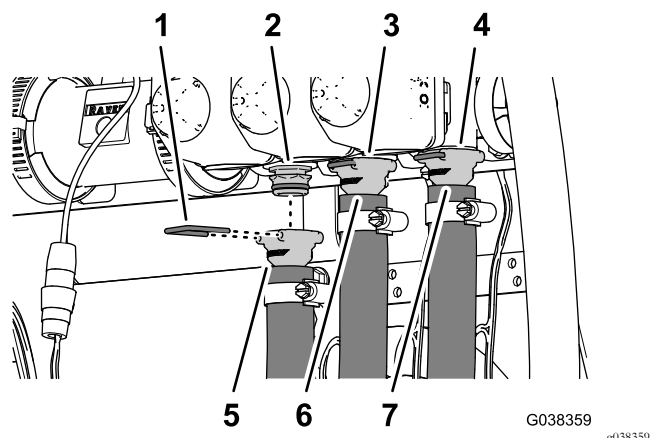

Рисунок 80
- Установите прямой штуцер типа «елочка» шланга подачи левой секции стрелы на быстроразъемный штуцер клапана левой секции стрелы (Рисунок 80).
- Закрепите прямой штуцер типа «елочка» на быстроразъемном штуцере с помощью держателя, поставляемого вместе с шлангом (Рисунок 80).